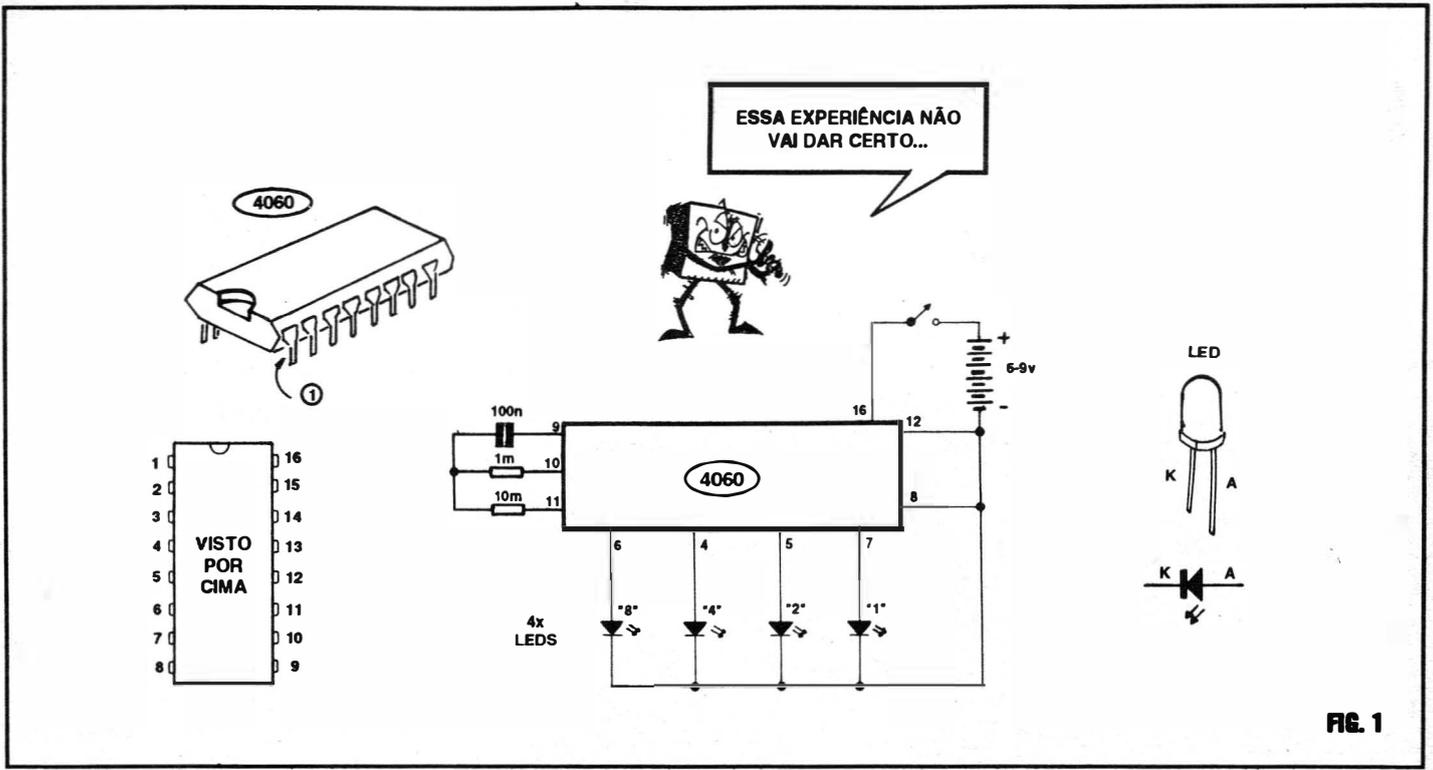
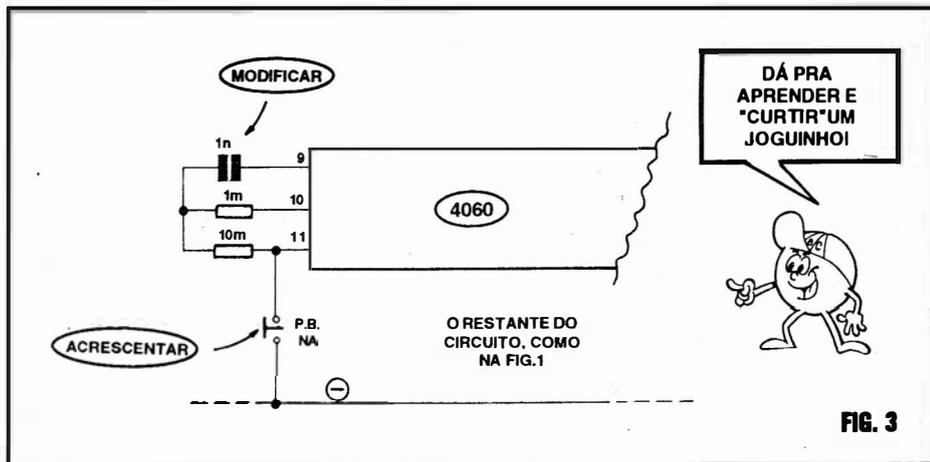

FIG. 1
FIG. 3
- FIG. 1 - ESQUEMA DO CIRCUITO EXPERIMENTAL - Juntamente com dados "pessoais" (aparência, pinagem, símbolo, etc.) dos principais componentes (Integrado e LEDs), o "esquema" do
- FIG. 3 - TRANSFORMANDO O CONTADOR BINÁRIO NUM GOSTOSO JOGUINHO - Nasua velocidade básica (dependendo dos valores dos componentes externos, resistores de 1M e 10M, e capacitor de 100n - ver fig. 1), o sequenciamento da contagem é “observável” e “acompanhável” a olho nú, já que os incrementos se dão com intervalos maiores do que 1 segundo... No entanto, simplesmente “acelerando” consideravelmente a velocidade do *CLOCK*, é possível transformar o circuito num interessante joguinho digital, verdadeiro DADO (sorteador de números), logicamente com seus resultados diretamente em BINÁRIO! Para tanto, as únicas providências extras, “em cima” do circuito básico, são as mostradas com a indicação de “MODIFICAR”, na figura: substituir o capacitor original (de 100n) por um de 1n (com o que a Frequência de